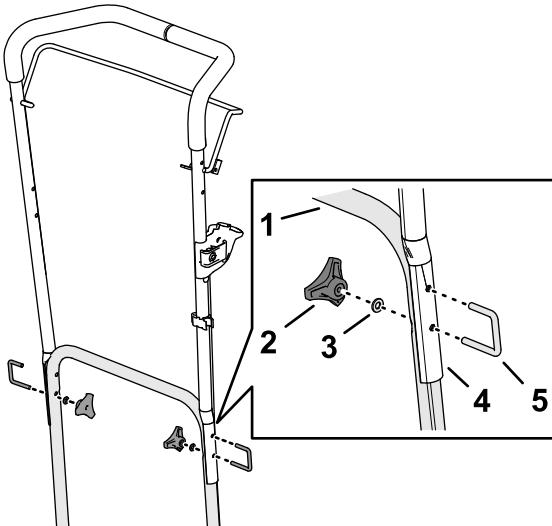

Bild 3
5. Entfernen Sie die beiden Handrad-Knöpfe, Unterlegscheiben und U-Bügel, mit denen der obere Führungsholm am unteren Führungsholm befestigt ist (Bild 3).
7. Befestigen Sie den oberen Führungsholm mit den beiden Handrädern und den beiden U-Bügeln, die Sie in Schritt 5 entfernt haben, an der Führungsholmverlängerung (**Bild 3**).